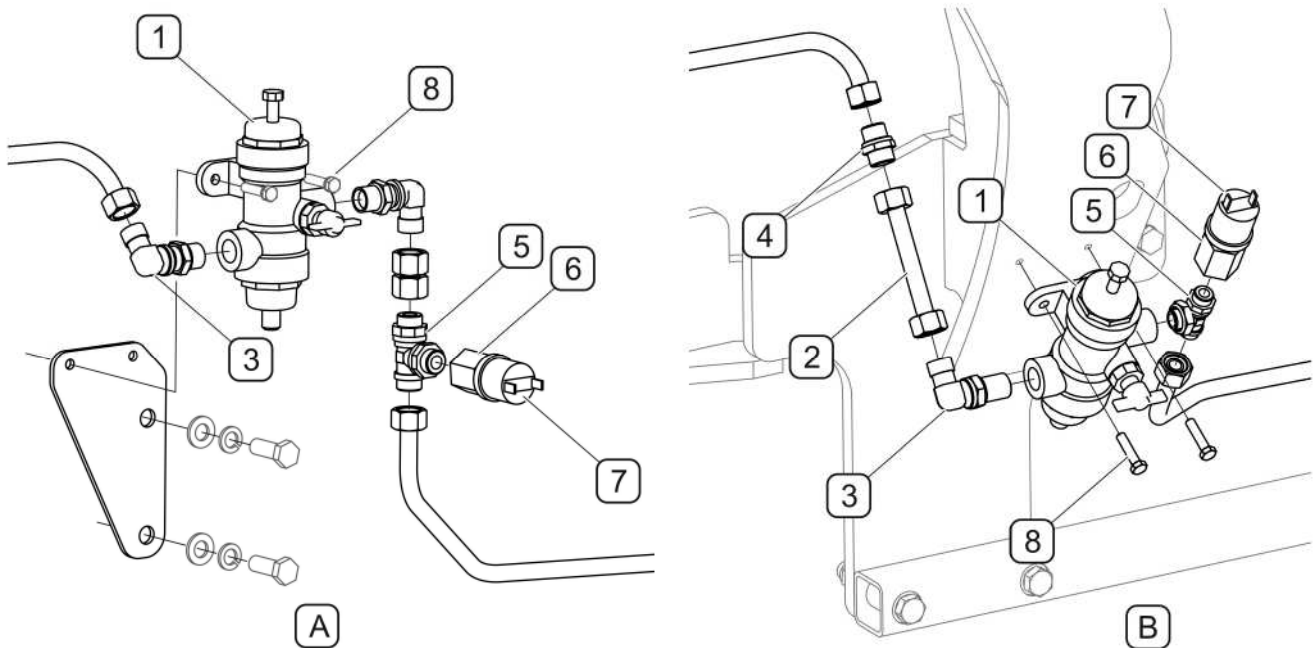

РИСУНОК 4.13 А Модификация пневматической системы в тракторах КИОТИ DK551С
В тракторах KIOTI DK551C ранее демонтированный регулятор давления воздуха нужно прикрепить непосредственно к левому кронштейну на несущей раме. Соединить элементы пневматической системы (РИСУНОК 4.13 А), используя пневмопровод (2) и корпус соединительной муфты (4). После выполнения вышеперечисленных операций нужно проверить герметичность пневматической системы.